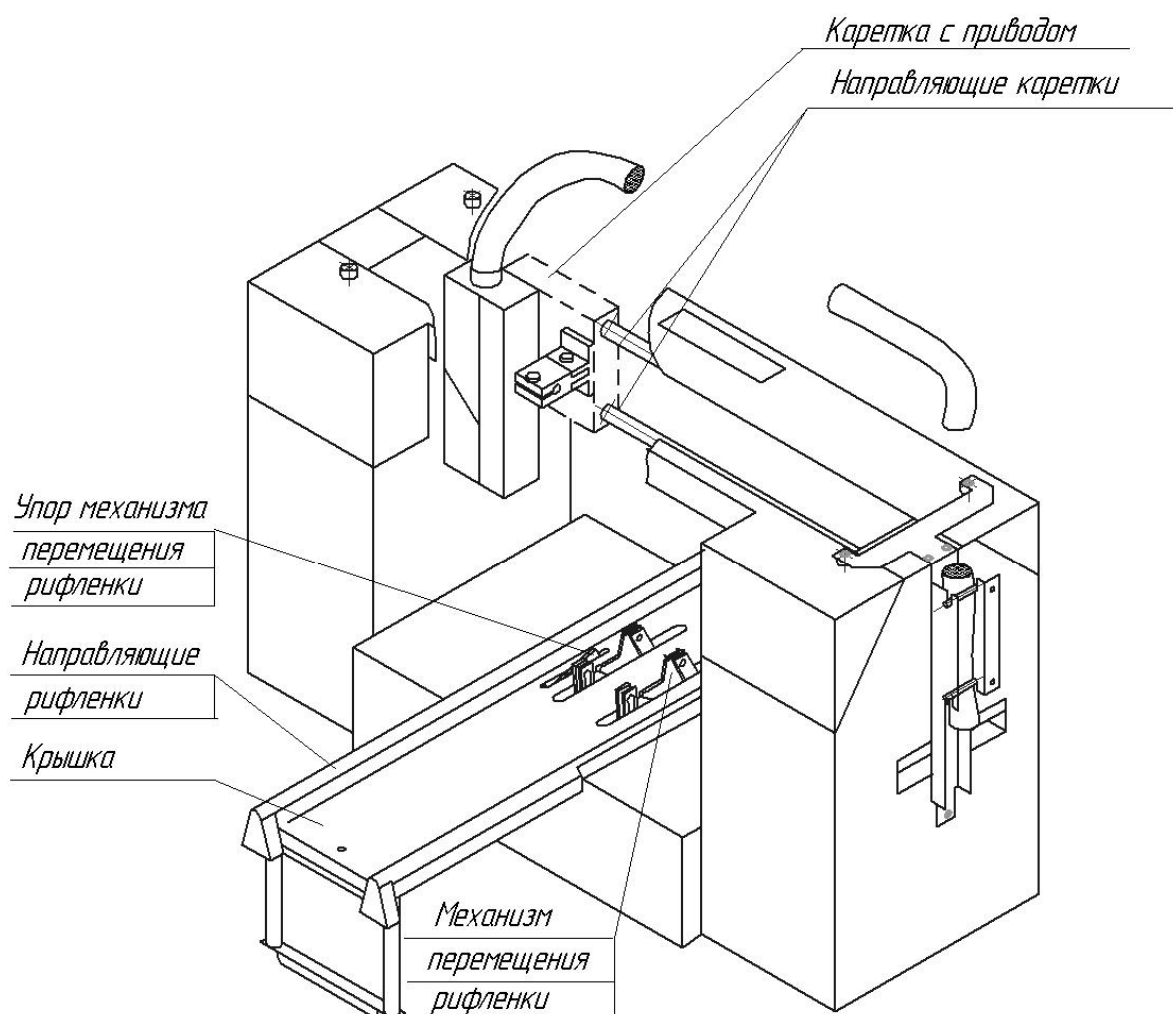

Рис. 1.5.12 Блок перемещения «Челнок-М»
6) БП ЭКСТ Челнок М (рис.1.5.12) содержит два реверсивных электропривода, работа которых контролируется устройством управления. Первый электропривод обеспечивает возвратно-поступательное перемещение каретки с закрепленной на ней ПГ вдоль ряда групповой тары (в частности упаковочного контейнера с яйцами). Крайние положения каретки определяются двумя оптодатчиками. Второй электропривод обеспечивает старт-стопное перемещение групповой тары с помощью механизма грейферного типа, крайние положения которого также определяются двумя оптодатчиками. Для определения положения групповой тары в зоне маркировки имеется отдельный оптодатчик. Из БП в БМ передаются сигналы начала и направления печати, и синхроимпульсы от оптического синхродатчика первого электропривода.